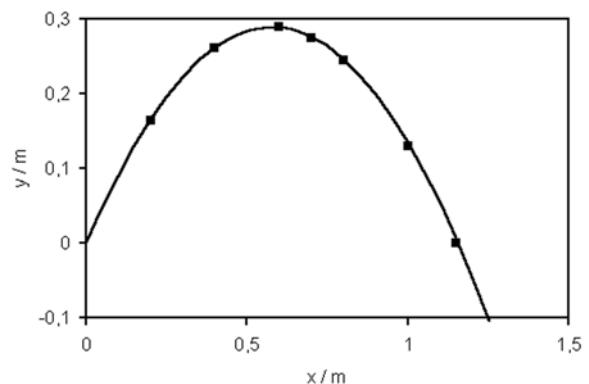

Fig. 3: Messwerte und Berechnung im Vergleich, x = Flugweite, y = Flughöhe, Symbole = Messwerte, Linie = Gleichung 5
- Die Abwurfgeschwindigkeit bei der kleinsten Feder spannung beträgt also etwa 3,37 m/s. Mit diesem Wert kann jetzt die Wurfparabel nach Gl. 5 berechnet und den einzelnen Messwerten gegenübergestellt werden. Das Ergebnis ist in Fig. 3 dargestellt.